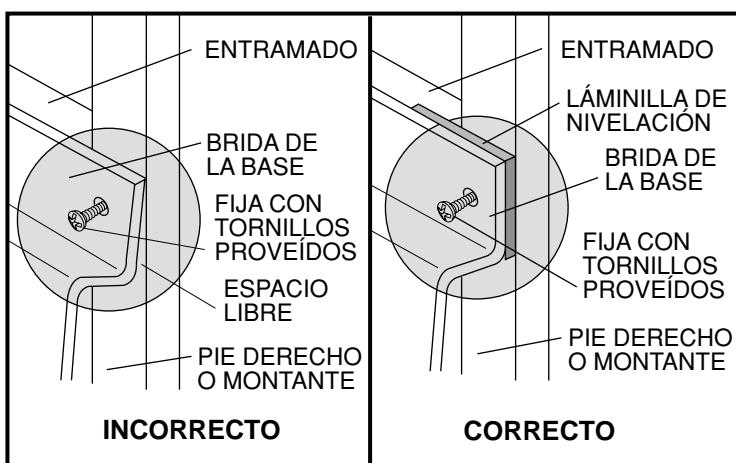

Figura 2B
**NOTE: Si hay algún espacio entre la brida de la base y el pie derecho (montante) o entramando, se DEBERÁN usar laminillas de nivelación para evitar la distorsión o rajadura de la brida. (Vea la Figura 2B.)**